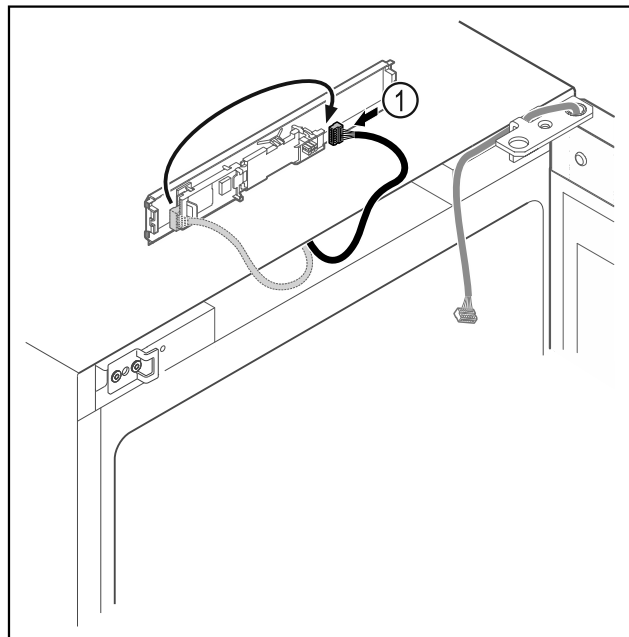

Fig. 9
- ▶ Stecker Fig. 9 (1) auf Platine umstecken.